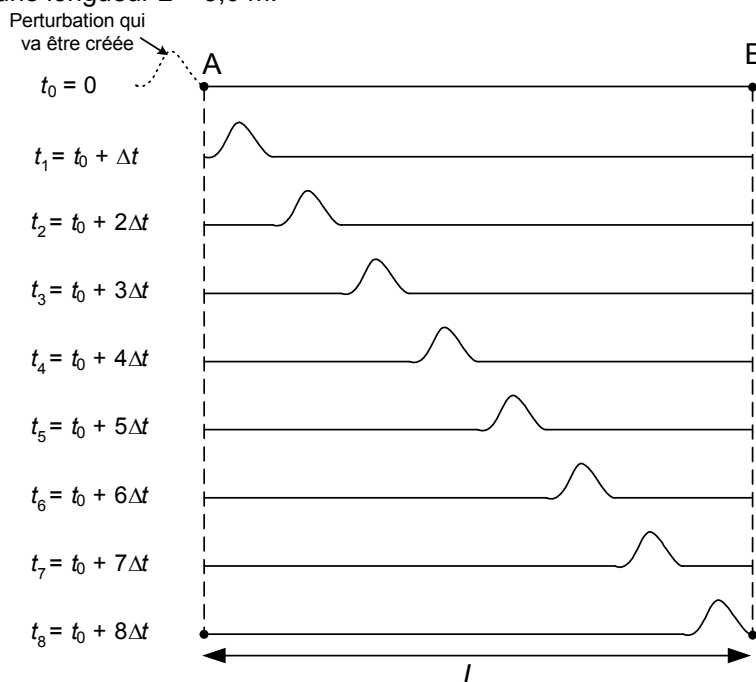

Figure 4. Propagation de la perturbation le long de la lanière
2.2. On simule à l'aide d'un logiciel la propagation de la perturbation le long de la lanière et on obtient la position de l'ébranlement à différentes dates séparées d'un intervalle de temps $\Delta t = 3,5 \times 10^{-2}$ s (voir **figure 4**).